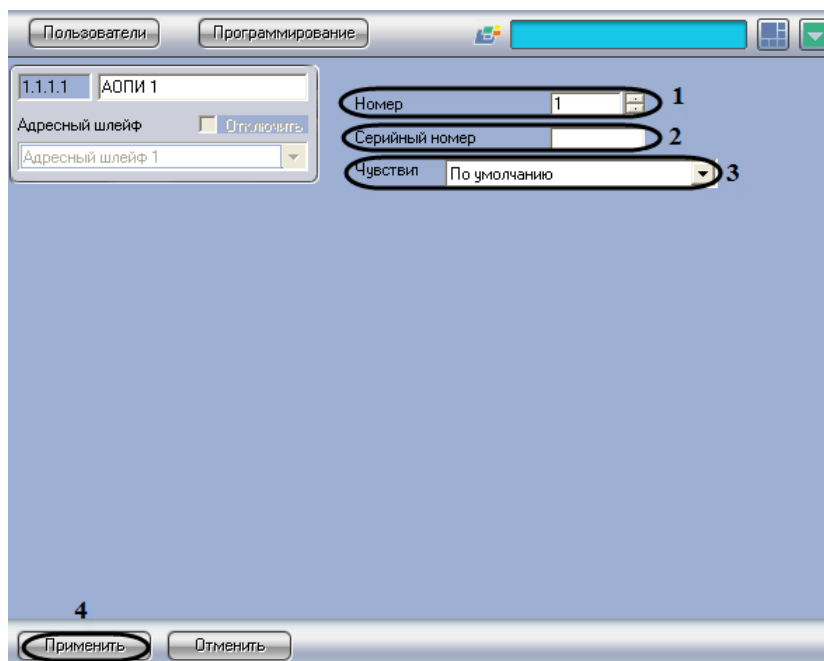

Рис. 3.5—10 Панель настроек объекта *АОПИ*
2. В поле **Номер** необходимо с помощью кнопок **вверх-вниз** ввести порядковый номер в списке устройств (см. Рис. 3.5—10, 1).
3. В поле **Серийный номер** необходимо ввести серийный номер устройства (см. Рис. 3.5—10, 2).